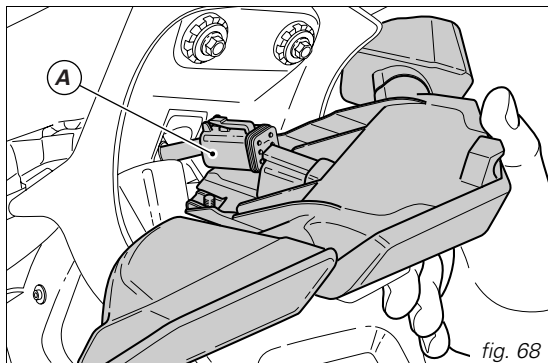

fig. 68
Scollegare il connettore (A) del cablaggio posteriore e rimuovere il supporto luci posteriore (fig. 68).